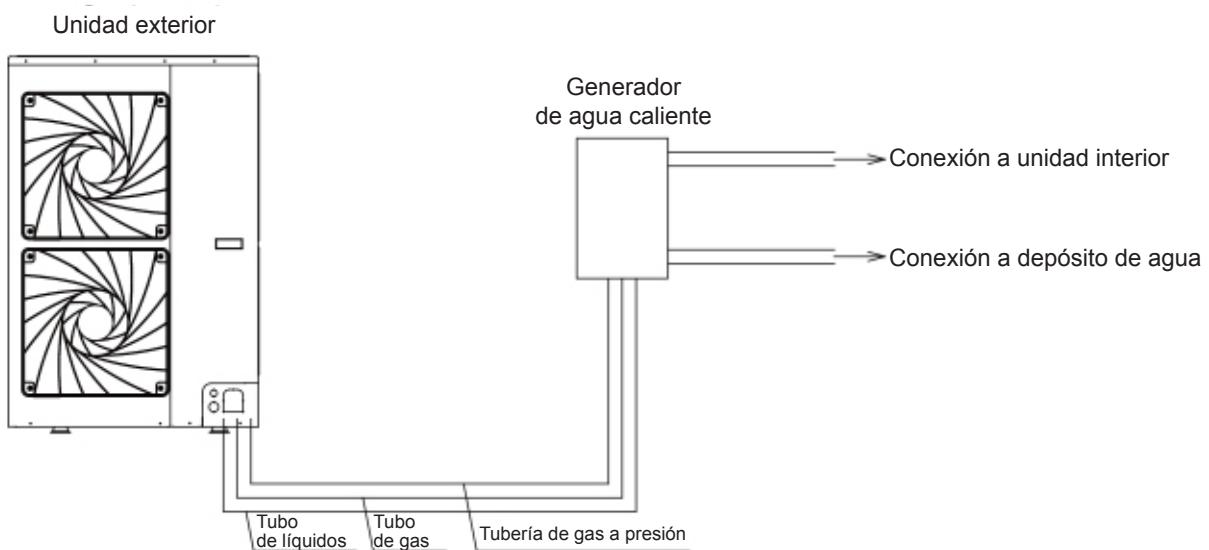

Fig. 16
- (2) El derivador tiene diversas secciones de tubería de diferentes tamaños, lo que facilita su conexión a diferentes tuberías de cobre. Emplee un cortador de tubos en el centro de la sección de tubería del tamaño adecuado y retire las rebabas. Véase la fig. 16.
(3) El derivador deberá instalarse en vertical o en horizontal.